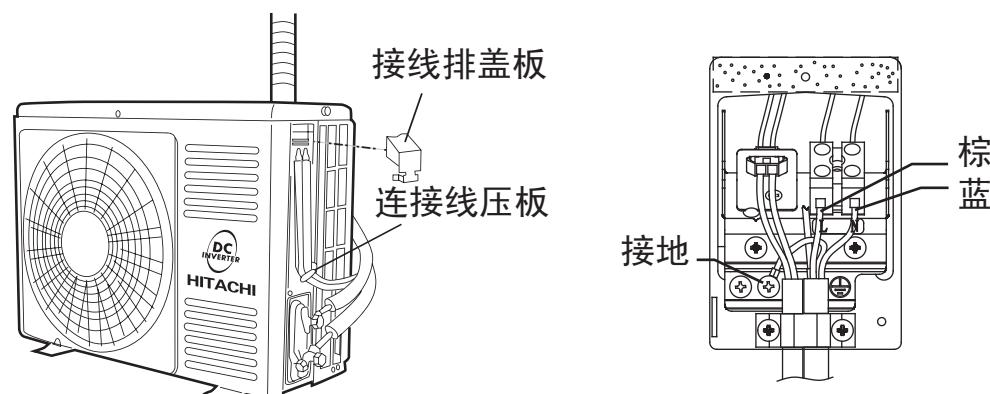

图24
- (1) 将接线排盖板取下。
- (2) 将连接电缆分别按图24正确的牢固连接。(紧固力矩为8~15kgf. cm)
- (3) 必须将黄/绿线接至带有“ \ominus ”标志处的接地螺钉上。
- (4) 用连接线压板将连接电缆用螺钉紧固。
- (5) 完成接线后将接线排盖板重新安装凸台卡扣位置。
- (6) 将边盖重新安装。